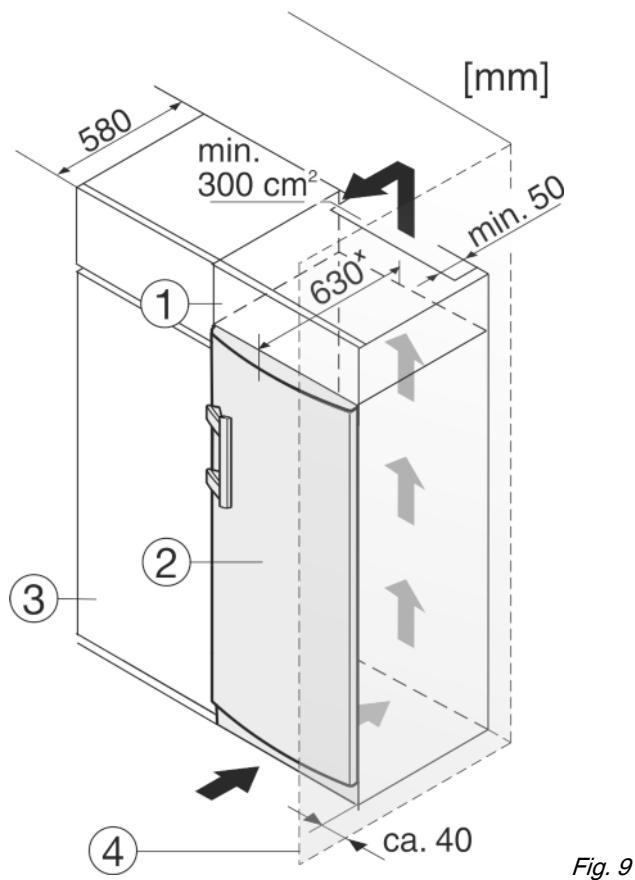

Fig. 9
(1) Колонна на столешницу
(2) Устройство
(3) Кухонный шкаф
(4) Стена
Устройство может быть окружено предметами кухонной обстановки. Чтобы уравнять устройство *Fig. 9 (2)* по высоте с кухонной стенкой, можно установить над устройством соответствующий дополнительный шкафчик *Fig. 9 (1)*.
При комбинировании с кухонными шкафами (глубина макс. 580 мм) устройство можно установить непосредственно рядом с кухонным шкафом *Fig. 9 (3)*. Устройство выступает сбоку на 34 мм^x и по центру на 50 мм^x относительно передней стенки кухонного шкафа.
Если устройство установлено на шарнирах у стены *Fig. 9 (4)*, то расстояние между устройством и стеной должно быть не менее 40 мм. Настолько выступает ручка при открытой дверце.